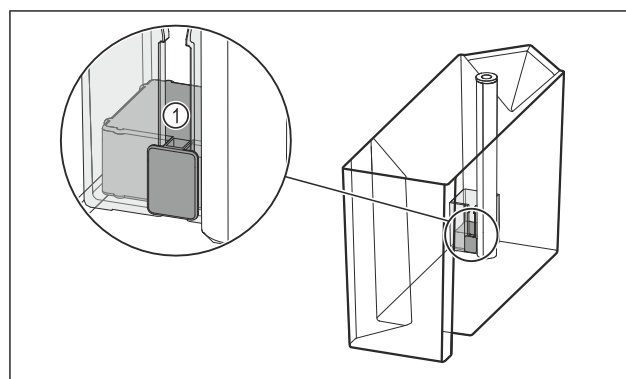

Fig. 164
- ▶ Vérifier que le flotteur Fig. 164 (1) n'est pas bloqué. Si le flotteur est bloqué :